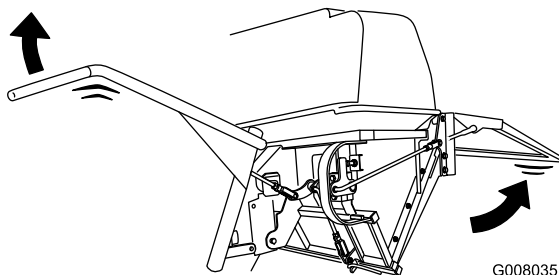

Figure 32
3. Abaissez la poignée pour fermer le volet (Figure 32).